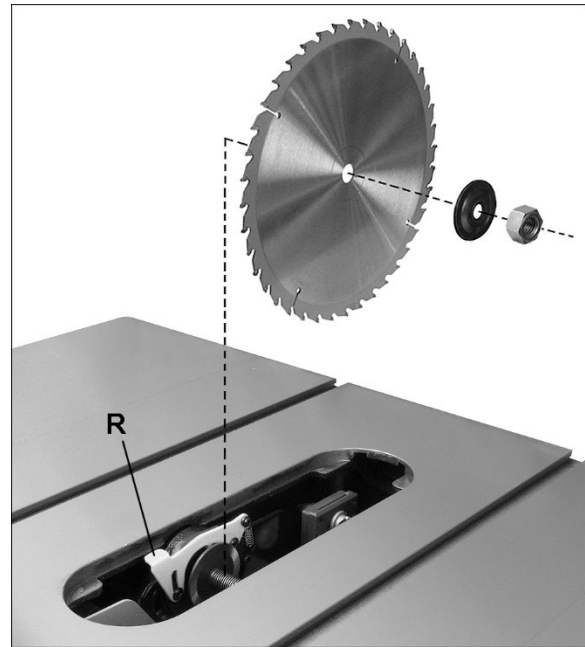

Figura 6-9: instalación de la hoja
Vea la Figura 6-9.
6. Ejercer presión hacia abajo y sujete la palanca (R, Figura 6-9), y gire la hoja hasta que se conecte la traba del árbol. Apriete la tuerca hacia la derecha con la llave para árbol proporcionada. No apriete la tuerca excesivamente.
3. Tire de la palanca de fijación (S₁, Figura 6-9) hacia arriba. La placa de sujeción (S₂) está cargada por resorte y se alejará de la base fija, dejando un hueco.